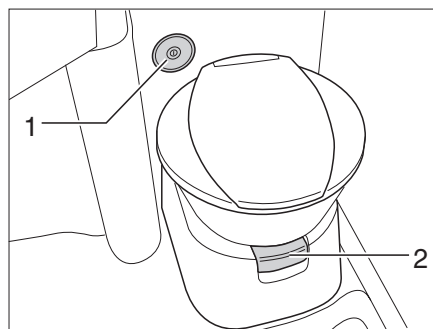
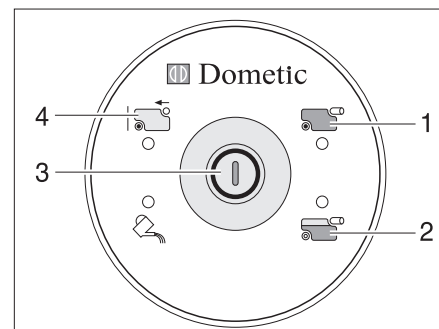

Fig. 276 Cuvette des toilettes avec unité de contrôle et de commande
Fig. 277 Unité de contrôle et de commande toilettes
Faire couler un peu d'eau dans la cuvette des toilettes avant de s'en servir. Appuyer pour ce faire sur le bouton de la chasse d'eau (Fig. 277,3) sur l'unité de contrôle et de commande (Fig. 276,2).
- Avant d'actionner la chasse d'eau, ouvrir le curseur des toilettes. Tirer pour cela sur le levier du curseur (Fig. 276,1).
- Pour actionner la chasse d'eau, appuyer sur le bouton (Fig. 277,3).
Le voyant de contrôle (Fig. 277,2) s'allume lorsque le réservoir pour matières fécales est au 3/4 plein.
Le voyant de contrôle (Fig. 277,1) s'allume lorsque le réservoir pour matières fécales doit être vidé.
- Ouvrir le curseur. Tirer pour cela sur le levier du curseur (Fig. 276,1).
- Enfoncer le levier du curseur (Fig. 276,1). Le curseur se ferme. Pour la vidange il **faudrait** que le curseur des toilettes soit fermé.
- Extraire et vidanger le réservoir pour matières fécales comme indiqué dans les paragraphes 11.8.4 et 11.8.5. Sur l'unité de contrôle et de commande est allumé l'indicateur "Réservoir pour matières fécales retiré" (Fig. 277,4).